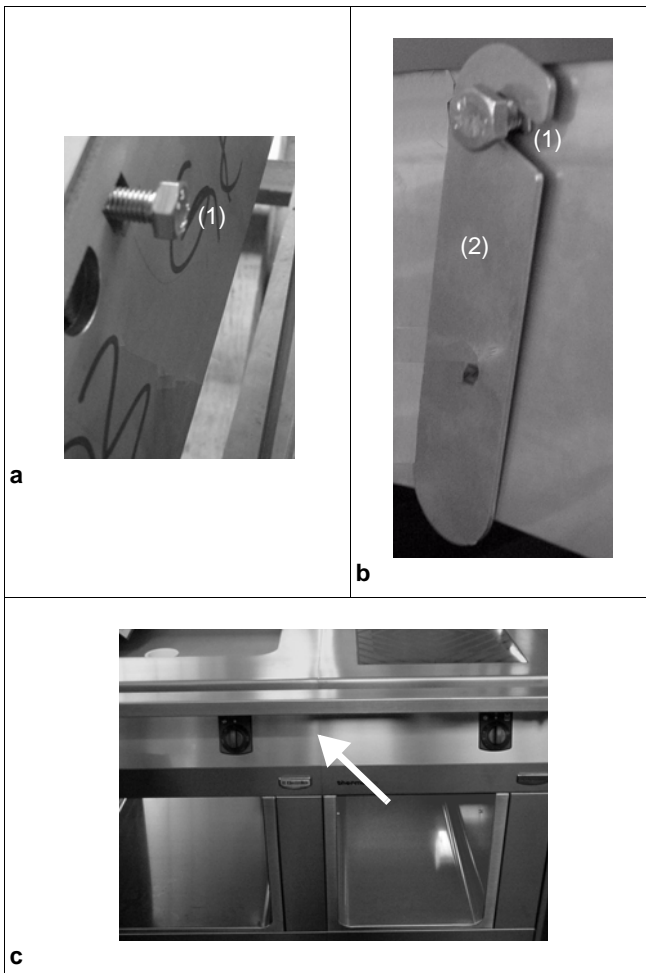
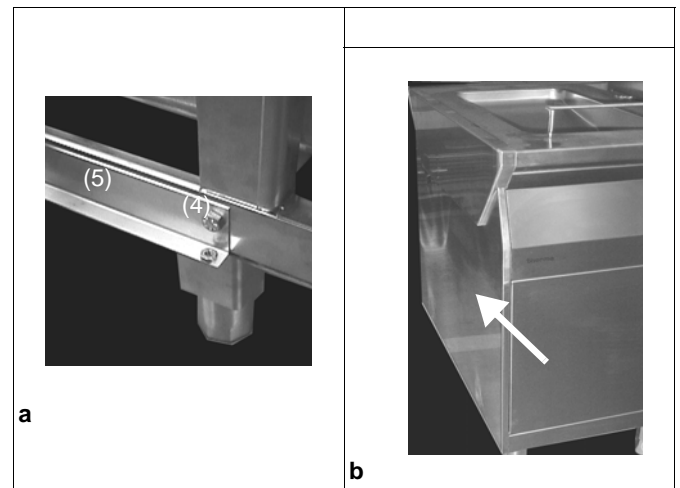

Fig.1 Seitliche Verbindung
Fig.2 Seitenwandmontage
Das Verbindungsset besteht aus je zwei vormontierten Käfigmuttern (1 / Fig.1) an der rechten Seite des Gerätes, Sechskantschrauben M8x25 (1 / Fig.1) und Laschen (2 / Fig.1)
- ⇒ Schraube (1 / Fig.1) lose, etwa 5 mm tief in die Käfigmutter drehen.
- ⇒ Lasche (2 / Fig.1) an der linken Verbindungsplatte des zweiten Gerätes innen einsetzen.
Das Verbindungsset besteht aus je zwei Sechskantschrauben M8x25 (1 / Fig.1), Bolzen mit Sicherungsring (2 / Fig.1), Laschen (3 / Fig.1), Sechskantschrauben M8x16 mit Fächerscheiben und Sechskantmuttern M8, Sechskantschrauben M5 mit Fächerscheiben (4 / Fig.2) und einem Befestigungswinkel (5 / Fig.2).
- ⇒ Den Befestigungswinkel (5 / Fig.2b) mit den Schrauben, Fächerscheiben und Muttern unten am Rahmen befestigen. (4 / Fig.2).